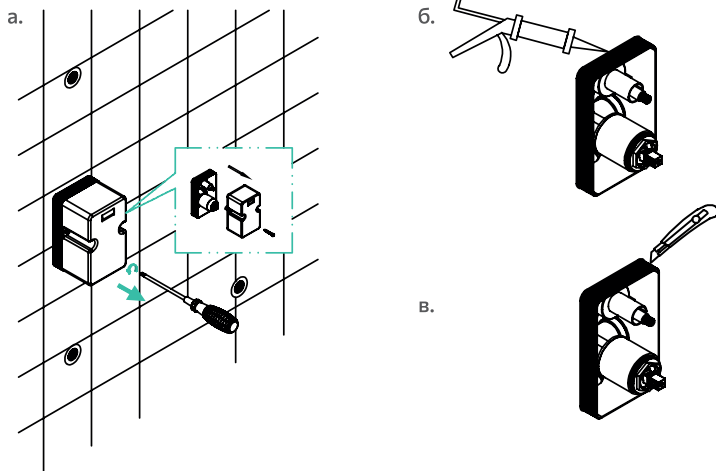

Рис. 5 / 5-сур.
6. После финишной отделки стены подготовьте монтажный бокс к дальнейшей работе (рис. 5):